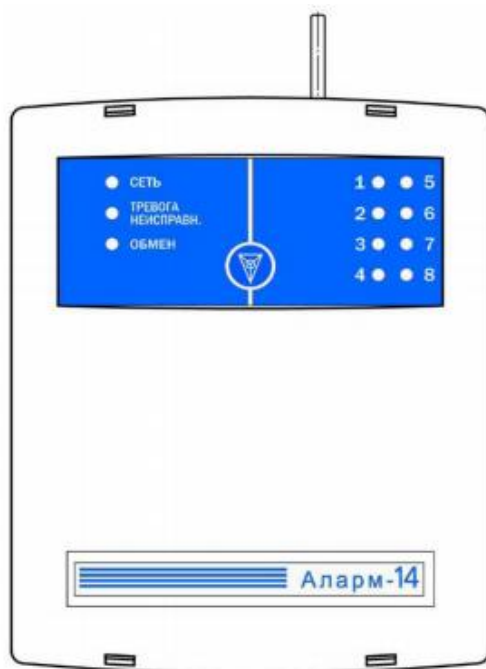

Рисунок 26. Внешний вид приемно-контрольного прибора «Аларм-14»
- GSM/UMTS – резервному, посредством технологии пакетной передачи данных стандарта GPRS/UMTS/HSDPA (2G/3G); прибор может работать с динамической IP-адресацией. Динамический IP-адрес прибор получает автоматически от оператора сети сотовой связи. При установке двух SIM-карт (разных сотовых операторов) производится резервирование канала связи GSM/UMTS. Прибор «Аларм-14» может контролировать до 8-ми двухпроводных ШС, к которым подключаются безадресные ОИ с нормально-замкнутыми (нормально-разомкнутыми) контактами, не потребляющих ток по цепи ШС. Приборы «Аларм-14/6» и «Аларм-14/4» являются аналогами прибора «Аларм-14», отличие состоит в количестве контролируемых двухпроводных ШС, до 6-ти и 4-х соответственно. При подключении к прибору блока расширения ШС Аларм-БРШС (Рис.26), он может